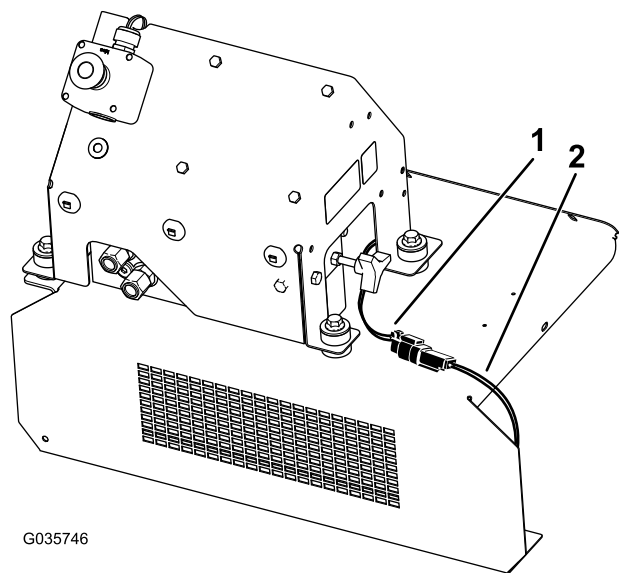

Figura 15
17. Conecte el conector del enchufe de alimentación en el arnés intermedio (Figura 15).